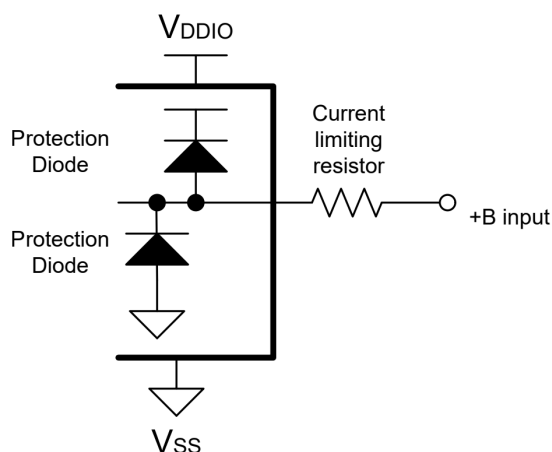

图 10 推荐电路示例¹⁹⁾
- 3) 必须设置限流电阻, 确保 I/O 引脚的电流在任何时候 (包括电源瞬变期间) 都不会超过额定值。有关推荐电路的更多信息, 可参见图 10。